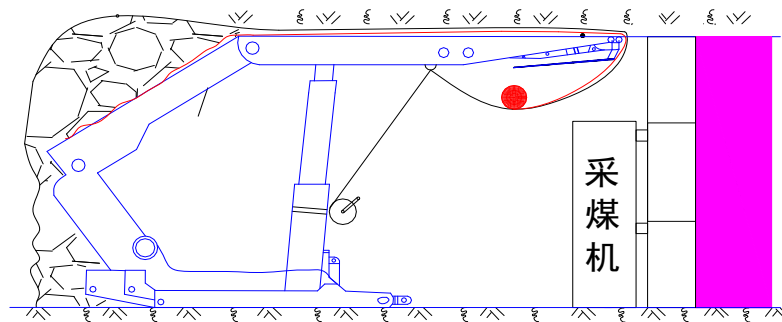

图 1：采煤机割煤前，将纤维网用手动绞盘绞起，开始割煤。
7、正常割煤时，拉架前松开相应区域支架手动绞盘上的钢丝绳，让矿用高强聚酯纤维柔性网落下，然后依次拉架并安排专人使用手摇绞盘进行收网，直至将网全部收起，完成整个工作面的割煤，依照上述方法重复割煤、铺网程序。具体见图 1、2、3——采煤、移架过程中柔性网操作步骤。